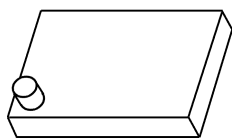
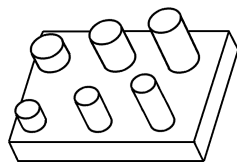

图 8-19 原模型
图 8-20 最后结果
【例 8-3】 利用所给模型（见图 8-19）创建 2 行 3 列矩形阵列，列间距为 70，行间距为 80。在行方向上，小圆柱下一实例比上一实例增高 20；在列方向上，小圆柱下一实例比上一实例底面直径增加 10，如图 8-20 所示。
(14) 单击控制区的【应用】按钮，或者在图形区单击鼠标中键，完成特征的阵列，图形如图8-20所示。